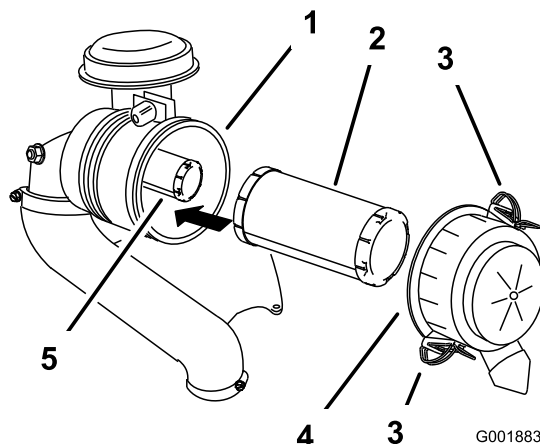

Figure 56
3. Déverrouillez le filtre à air et détachez le couvercle du boîtier du filtre (Figure 56).
5. Sortez le préfiltre du boîtier du filtre avec précaution (Figure 56).
2. Si vous remplacez l'élément interne, insérez-le avec précaution dans le boîtier du filtre (Figure 56).
3. Glissez ensuite le préfiltre sur l'élément de sécurité avec précaution (Figure 56).
4. Remettez en place et verrouillez le couvercle du filtre à air (Figure 56).